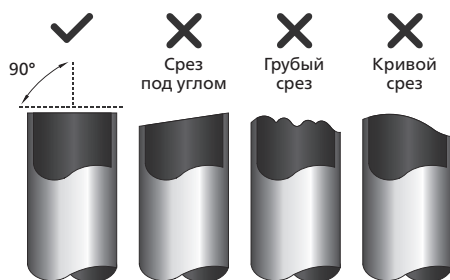

Рис. 7.2
- 1. Труба должна быть отрезана строго под углом 90°. Примеры неправильно обрезки показаны на рис. 7.2.